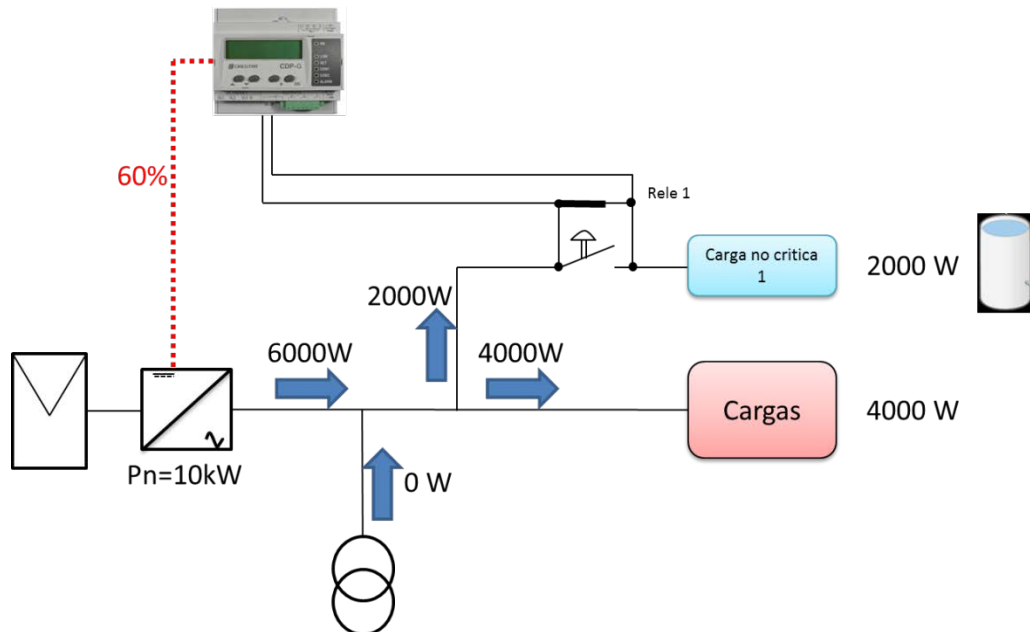

Figure 27 : Installation monophasée avec 3 charges à connecter (charge 1 connectée)
**Si les 2 conditions sont accomplies, le relais se ferme et la charge est connectée (Figure 27).**